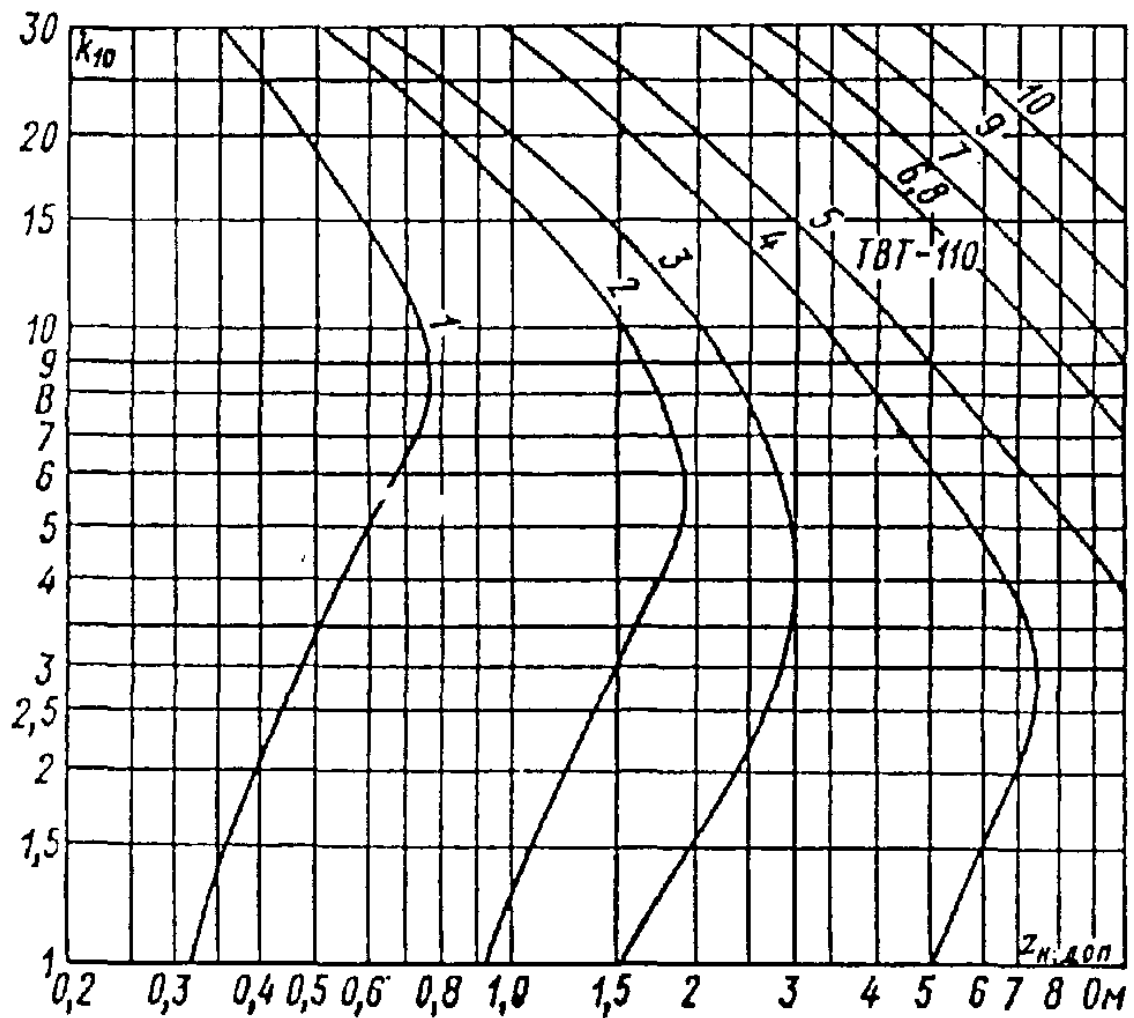
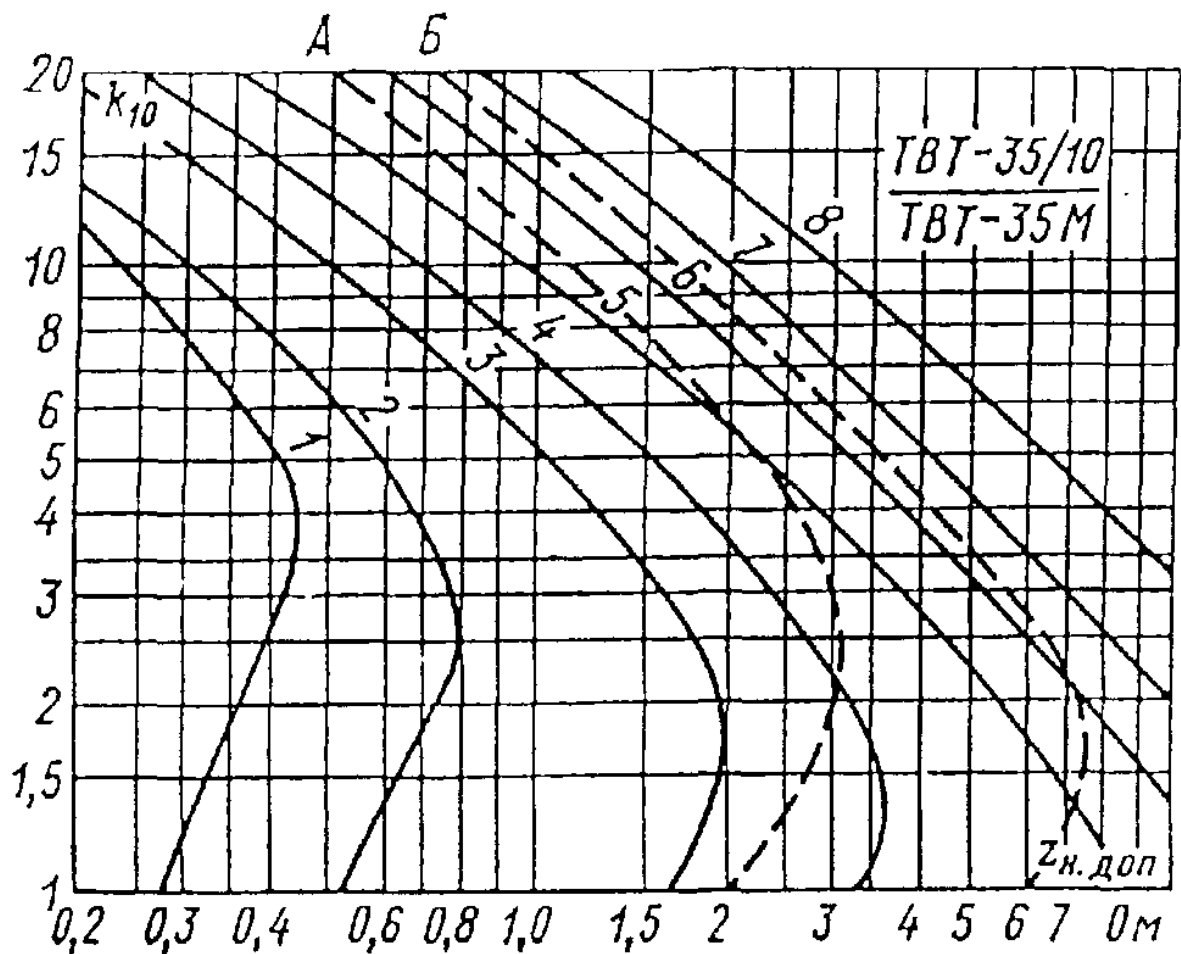

Рис. 1. Кривые предельных кратностей встроенных трансформаторов тока типа ТВТ-110-І
Рис. 2. Кривые предельных кратностей встроенных трансформаторов тока типа ТВТ-35-I (сплошные кривые) и ТВТ-35-II (пунктирные кривые)
1. По кривым предельных кратностей (рис. 1 или рис. 2) определите допустимое сопротивление нагрузки  $Z_{H, \text{доп}}$ . Напишите, что такое предельная кратность тока? Как она определяется?